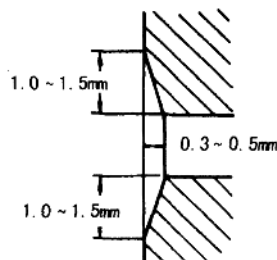

图1-8 气口边缘的刮修尺寸
④ 镗缸量确定后,再根据每次吃刀量的允许限度考虑镗缸次数。一般来说,第一刀进刀量应小些;最后一刀为了保证规定的表面粗糙度,进刀量也应小些。这两次进刀量一般可取0.05mm以内,中间几次可大一些,一般以0.2mm为限,但不要超过镗缸机规定的进刀量。
⑤ 气缸镗好后,换用特制倒角镗刀将气缸口镗成宽为1mm,角度为30°的倒角,以便于安装活塞。对二冲程发动机,由于气缸内壁上开有气口,要防止活塞环与气口边缘发生撞击。对此,在气缸镗好后,用刮刀或小砂轮对气缸内壁上各气口进行刮修、打磨,直至符合如图1-8所示的要求。然后将气缸清洗干净,擦净缸壁并在壁面上涂抹一层机油,即可待用。